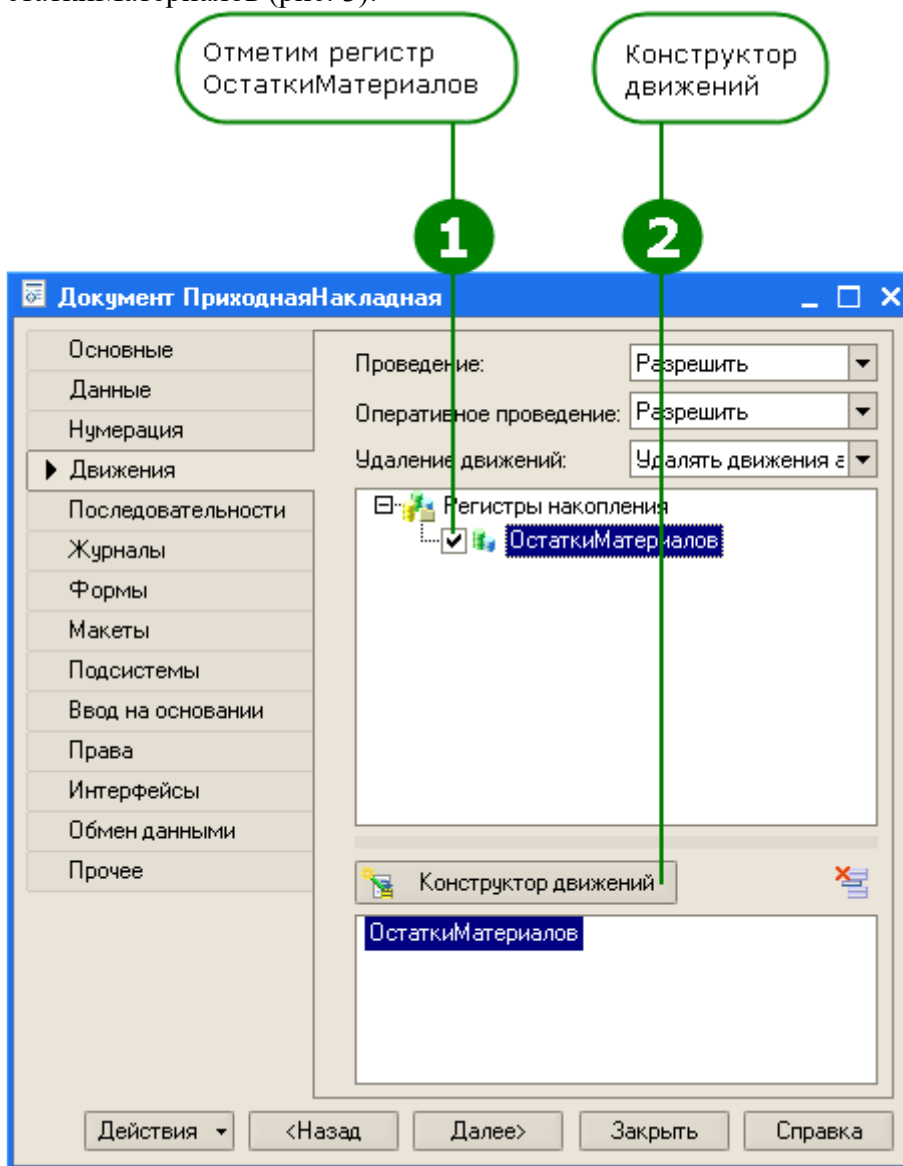

Рис. 3. Отметим регистр накопления и воспользуемся конструктором движений...
2. Перейдите на закладку Движения и в списке регистров конфигурации отметьте регистр накопления ОстаткиМатериалов (рис. 3):